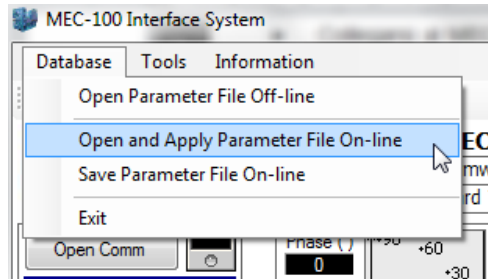

Fig. 5.6.2.a
- Cliccare la voce *Archivio* nella barra menu del MEC-100 Interface System (vedi Fig. 5.6.2.a).